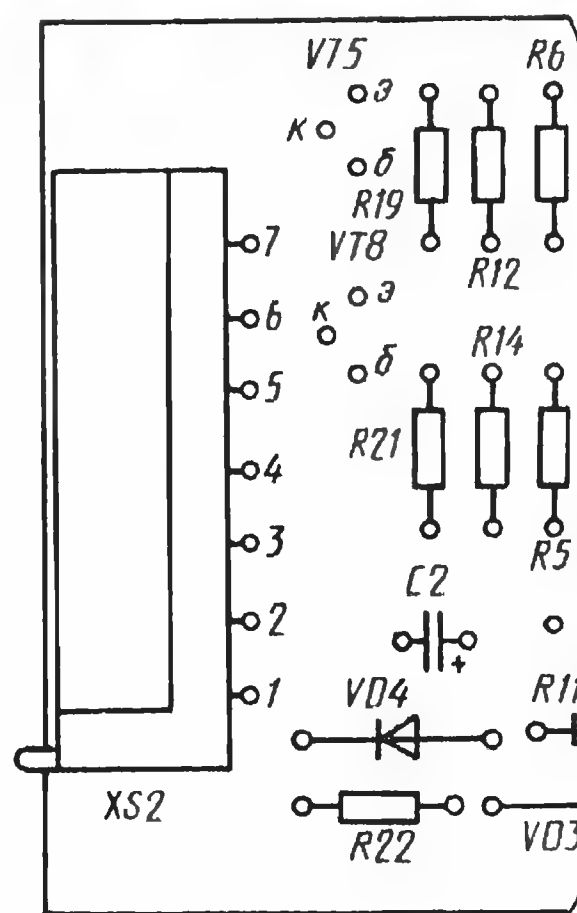

Рис. 4
**Конструкция и детали.** Устройство сопряжения смонтировано на печатной плате из фольгированного стеклотекстолита толщиной 1,5 мм, изображенной на рис. 3. На рис. 4 представлен фрагмент печатной платы для варианта модуля сопряжения с одним штепселем в отличающейся части.